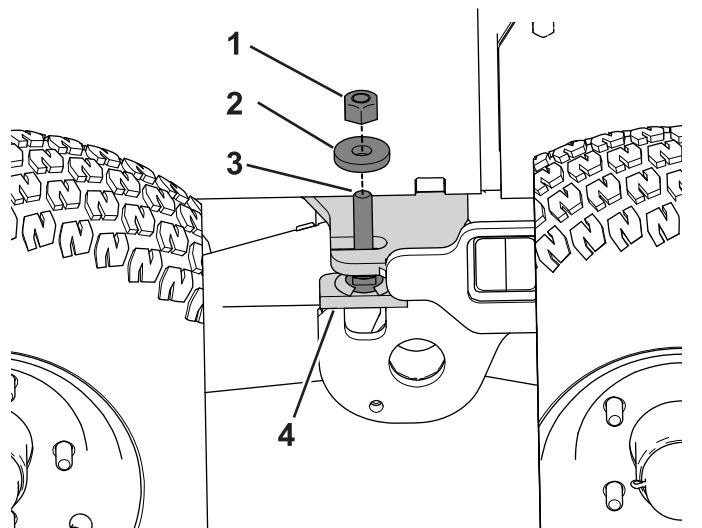

Figure 86
1. Cadre de la machine 2. Chandelle (2)
2. Retirez le contre-écrou et la rondelle du goujon fileté sur la butée de bogie et mettez-les de côté (Figure 86).